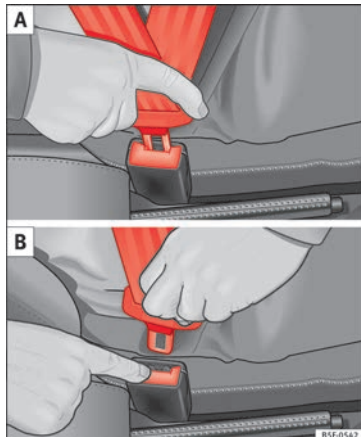

Fig. 72 Placer et retirer le pêne de la ceinture de sécurité.
• Le pêne doit être encastré dans le boîtier de verrouillage du siège auquel il est destiné » **fig. 72 A.**
• Appuyez sur la touche rouge sur le boîtier de verrouillage » **fig. 72 B.** Le pêne sera expulsé du boîtier de verrouillage.